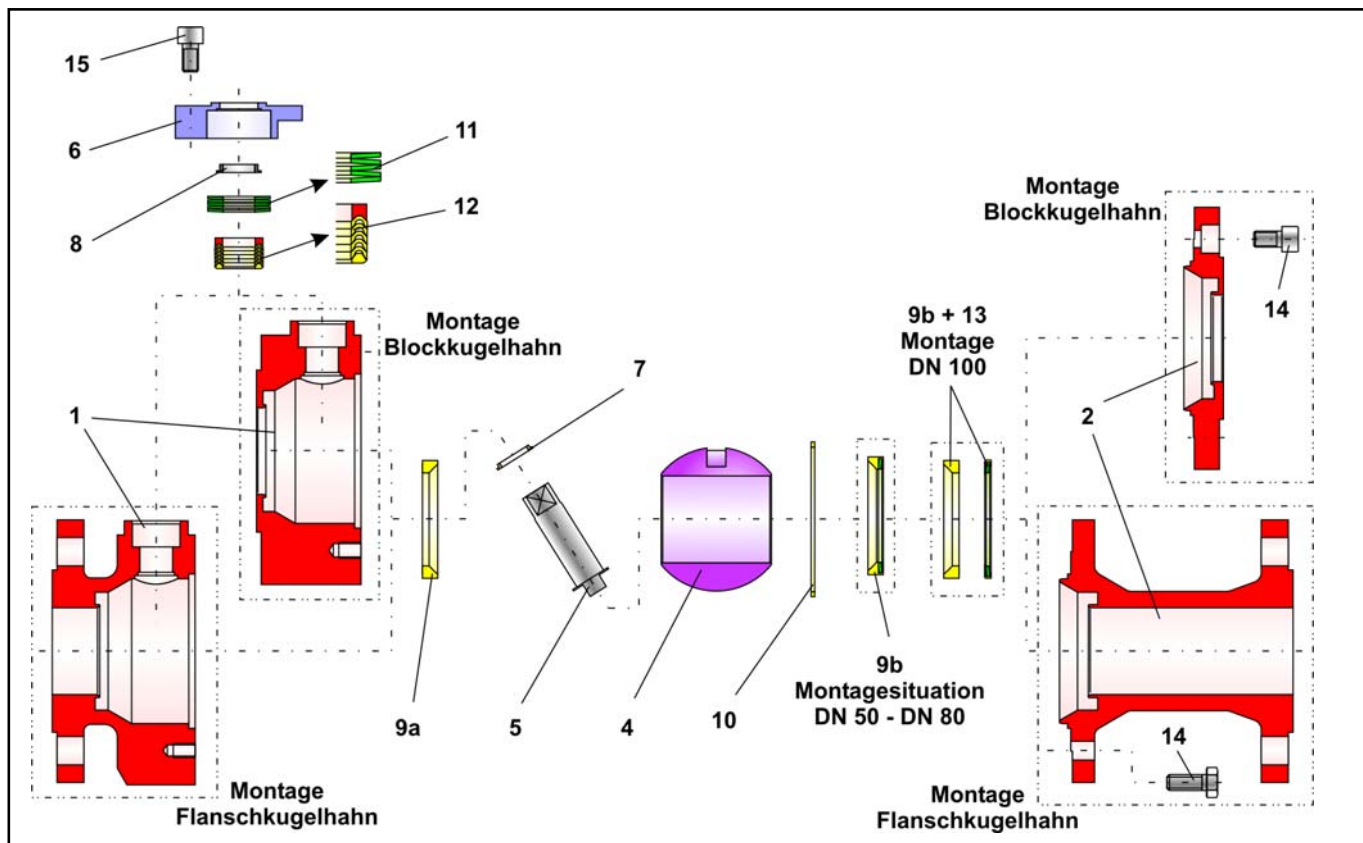

Bild 3 - Explosionszeichnung der molchbaren Kugelhähne DN 50 bis DN 100
Die ummantelte Tellerfeder (13) wird in das Seitengehäuse (2) eingelegt. Die Einbaulage der Tellerfeder ist der Zeichnung (Bild 3) zu entnehmen.
Die Anordnung der V-Ringe sind der Explosionszeichnung (Bild 3) zu entnehmen.
Auch die Anordnung der Tellerfedern sind der Explosionszeichnung (Bild 3) zu entnehmen.